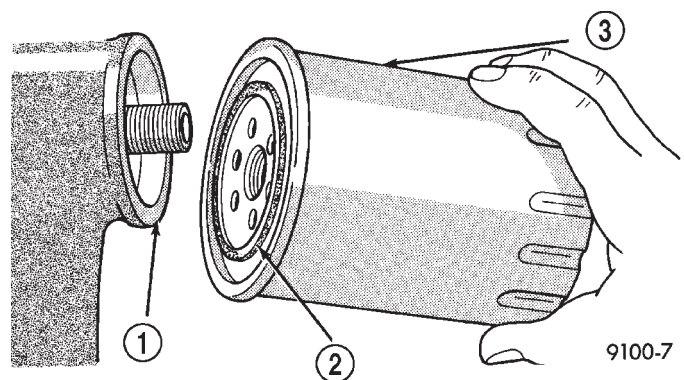

Abb. 20 Dichtfläche/Ölfilter—Typisch
- (1) Ölfilterdichtung leicht mit Motoröl oder Fahrwerkfett einölen.
- (2) Ölfilter auf den Adapter schrauben. Sobald die Dichtung die Dichtfläche berührt (Abb. 20), den Ölfilter eine volle Drehung festziehen. Nach Bedarf dazu einen Ölfilterschlüssel verwenden, Filter nicht überdrehen.
- (3) Öl einfüllen, Ölstand prüfen und Motor anlassen. Auf Ölaustritt und undichte Stellen achten.